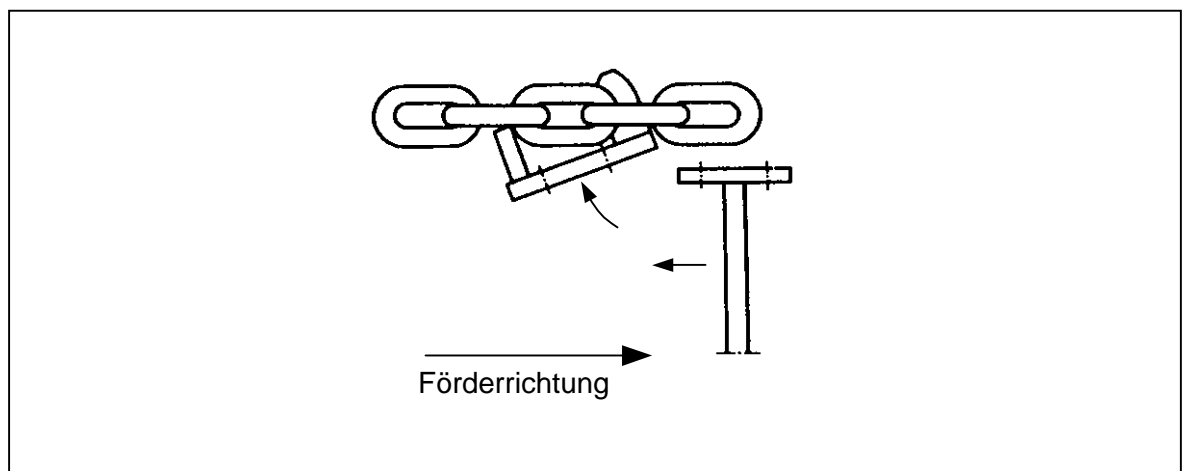

Bild 2
3. Grundplatte mit Geradem Bolzen drehend einschwenken (Bild 2).